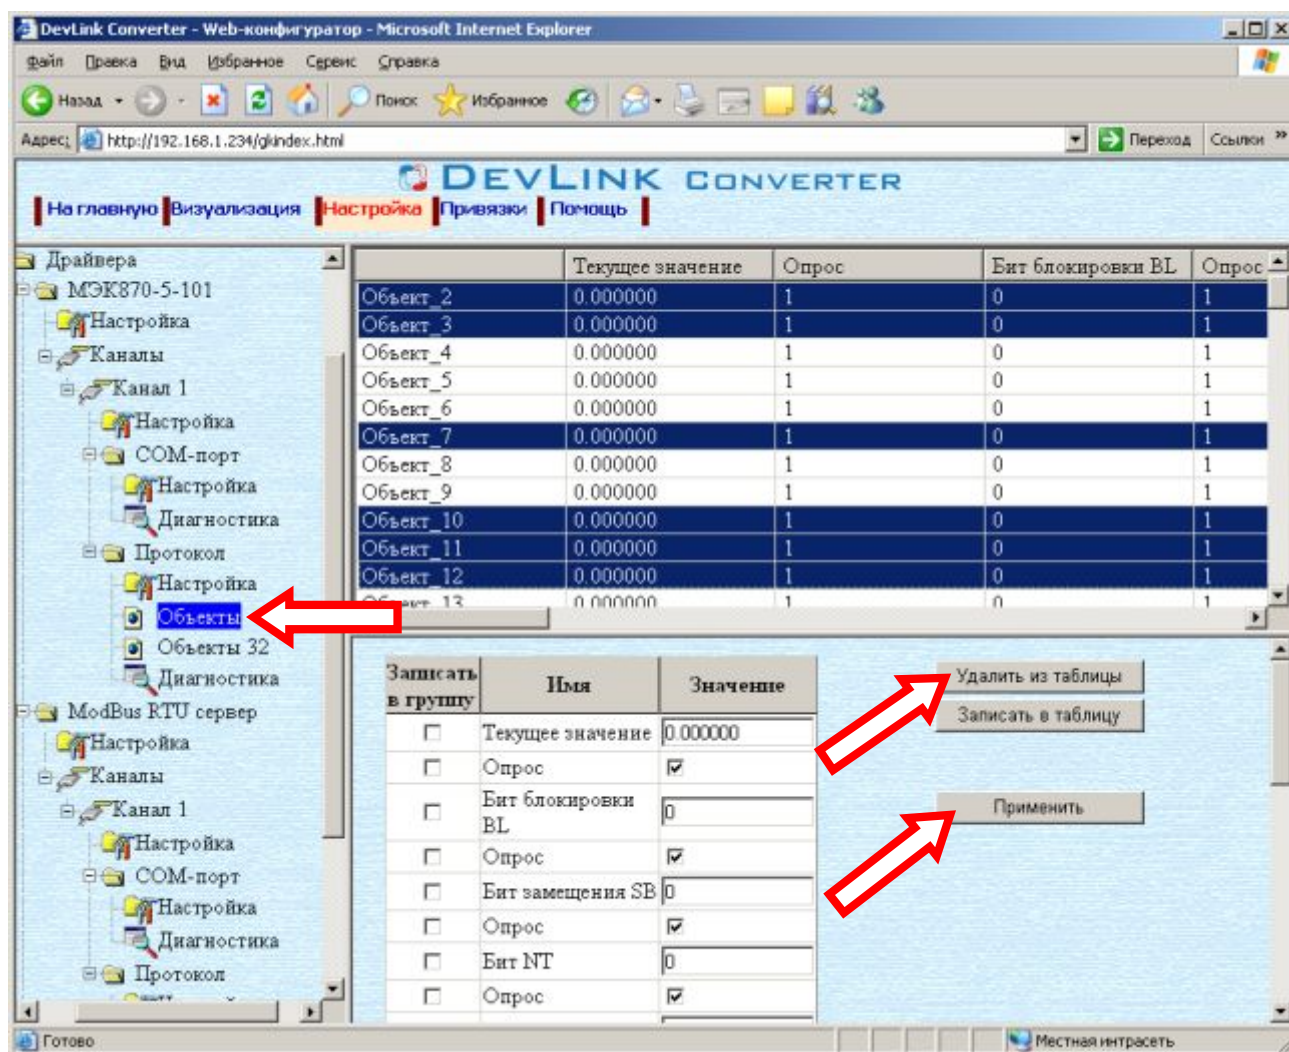

Рисунок 3.6 – Удаление объекта информации
- Выберите в дереве лист «Объекты» или «Объекты 32» (в зависимости от того, какие объекты нужно удалять) (рисунок 3.6).